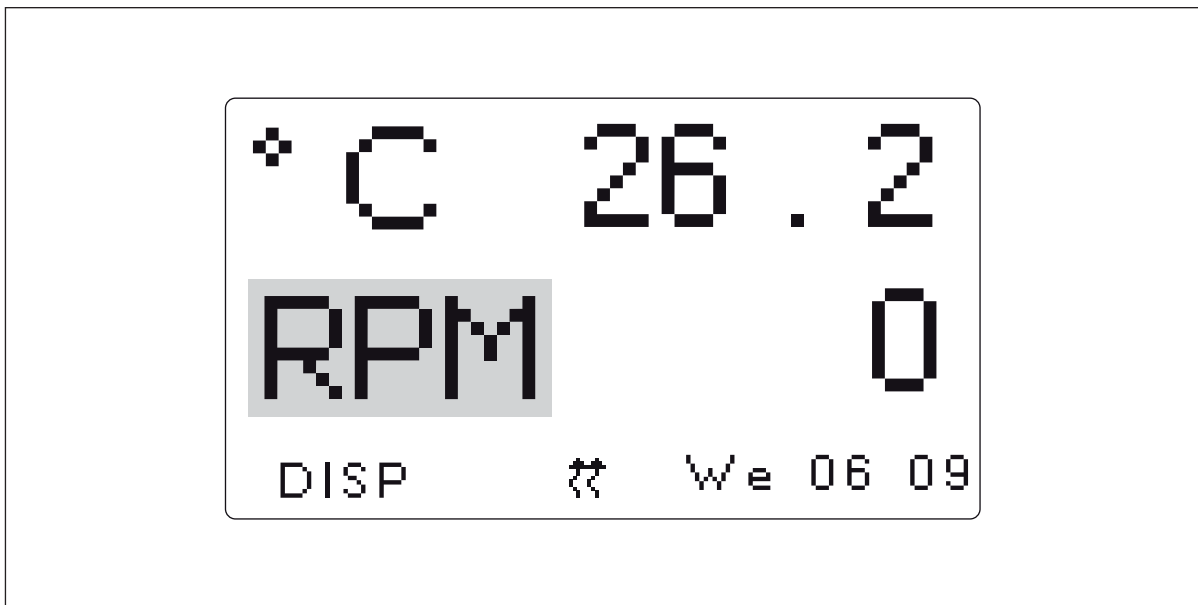

Fig. 5-2: Changement du paramètre d'affichage
1. Tourner le bouton de commande pour sélectionner le paramètre que vous voulez remplacer. Dans cet exemple, nous allons remplacer **RPM** (voir Fig. 5-2 à la page 46).